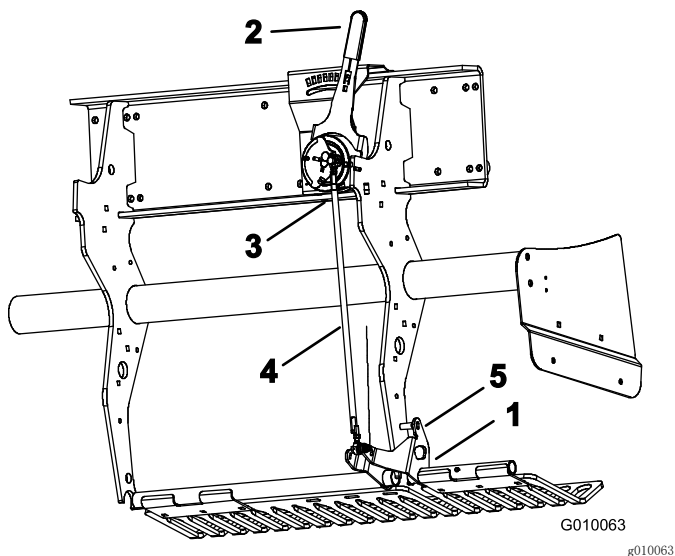

图 60
2. 向上旋转左侧护草板安装支架（图 60），直至支架与焊接在机架上的深度设置管之间可以插入一个锁定销，如 8mm 钻杆或螺栓。
3. 将打孔深度杆（图 60）移至 H 设置（最深）。
4. 从线束上断开外侧滚珠开关（图 60）（打孔头-低开）。
5. 松开深度调节拉杆上的锁紧螺母（左和右）（图 60）。